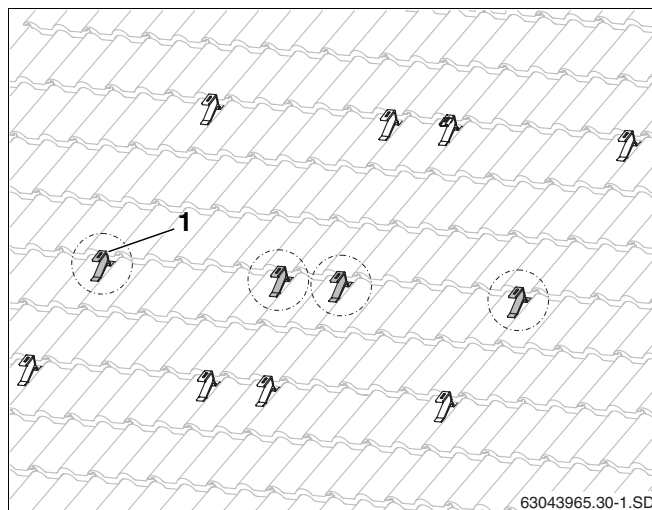

Fig. 28 Ganchos de tejado adicionales para el perfil de soporte de carga de nieve (aquí: para dos colectores)
- ▶ Monte el gancho de tejado adicional (fig. 28, **pos. 1**) centrado entre los ganchos superior e inferior ya montados.